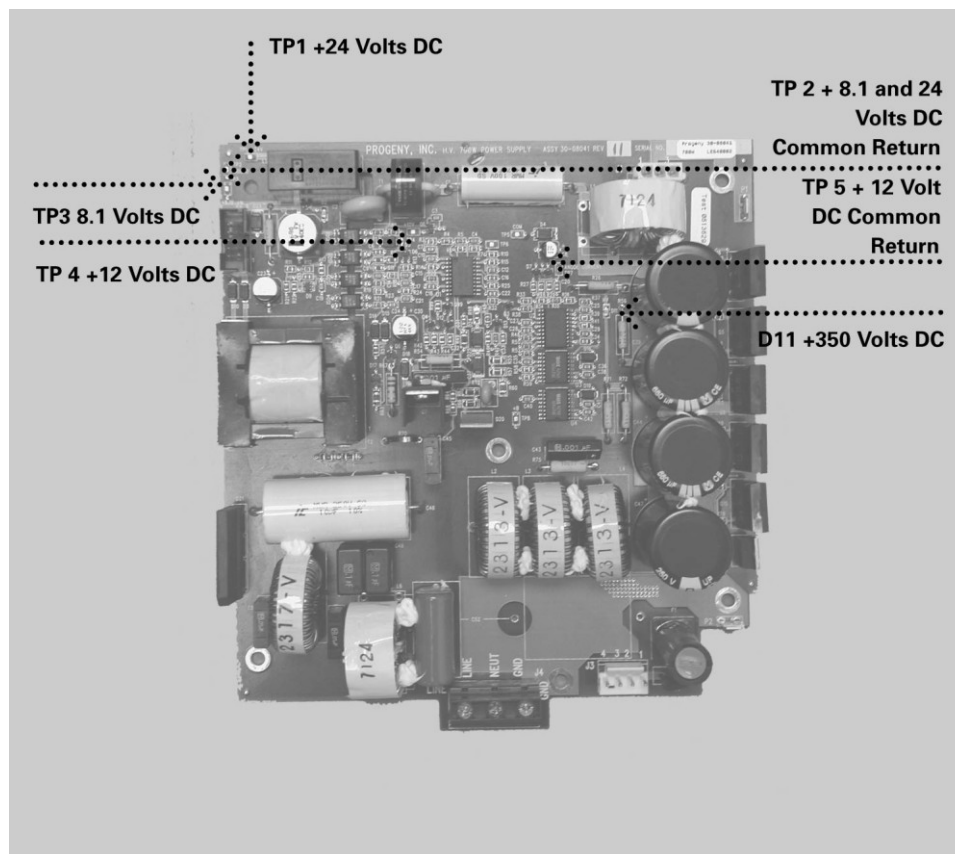

Рисунок 44
1. На плате питания проследите, чтобы индикатор питания D11 +350volts DC светился, как показано на **Рисунок 44**. Светящийся индикатор указывает на правильное накопление энергии для экспозиции. Если этот индикатор не светиться, то придется заменить эту плату.
3. На плате питания воспользуйтесь TP2 как общей контрольной точкой для проверки TP1 +24 volts DC и TP3 8.1 volts DC. Затем используйте TP5 как общий возврат для проверки TP4 на наличие +12 volts DC, как показано на **Рисунок 44**. Если какое-либо напряжение отсутствует, замените плату питания. Если все показатели соответствуют, проверьте другие показатели напряжения на контрольной плате питания.